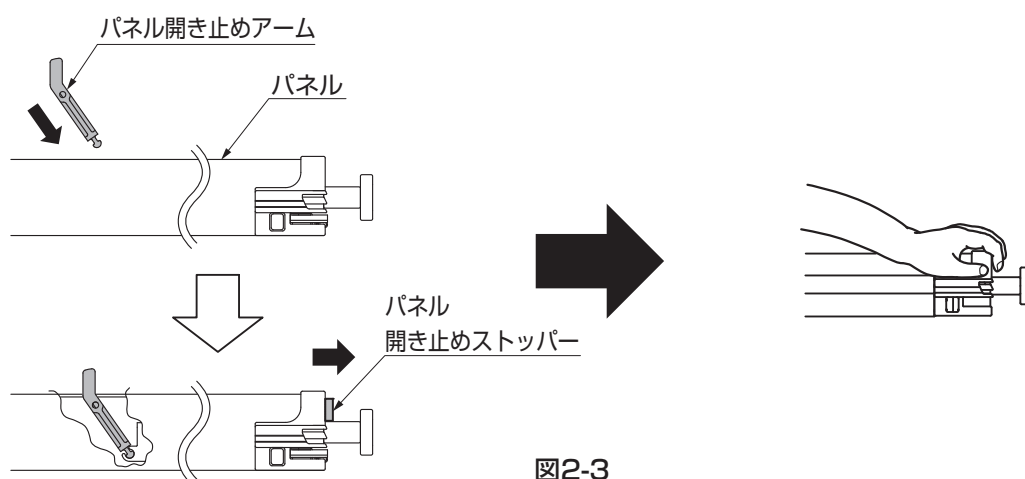

図2-3
- パネル開き止めアームを差し込む際、パネル開き止めストッパーが動いてしまい、パネル開き止めアームが差し込めない場合があります。その時は、パネル開き止めストッパーが下に動かないように手でおさえてパネル開き止めアームを差し込んでください。(図2-3参照)